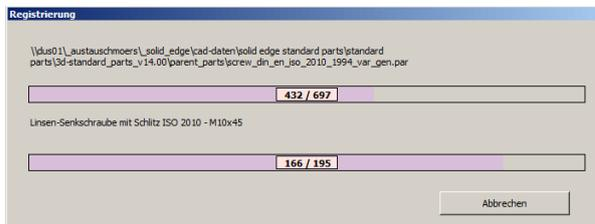

Abbildung 25
- 5.5. Nun beginnt die Registrierung der Normteile in der Datenbank (Abb. 25). Dieser Vorgang kann bis zu mehreren Stunden dauern und sollte ohne Unterbrechung durchgeführt werden, da bei einem Neustart der Funktion wieder alle Teile neu eingelesen werden. Wenn der Vorgang beendet ist, sind alle Normteile registriert und die Standard Parts einsatzfähig.